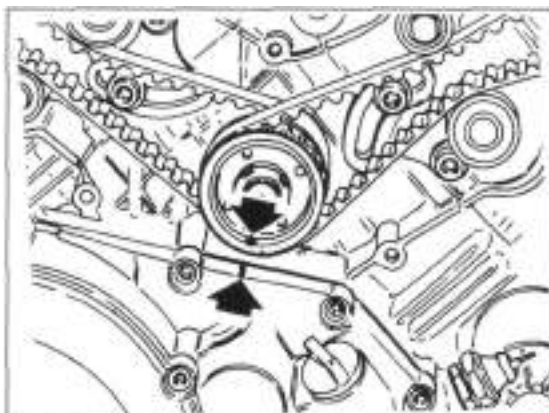
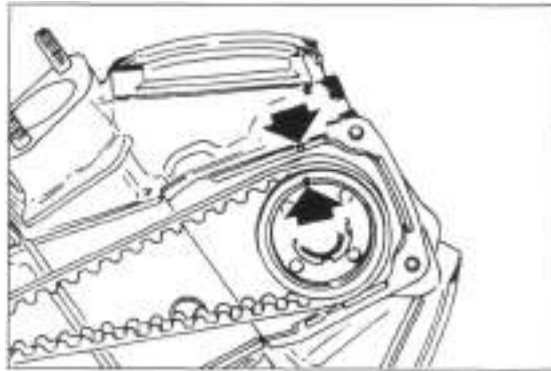

Bild 34
Bild 35
- Zum Einbau des Riemens Kurbelwelle so drehen, dass Markierung auf Treibrolle auf Zwischenwelle mit Kurbelgehäusemarkierung fluchtet (Bild 34). Markierung auf Treibrolle der Nockenwelle muss mit Markierung am Zylinderkopf-Gehäuse fluchten (Bild 35).